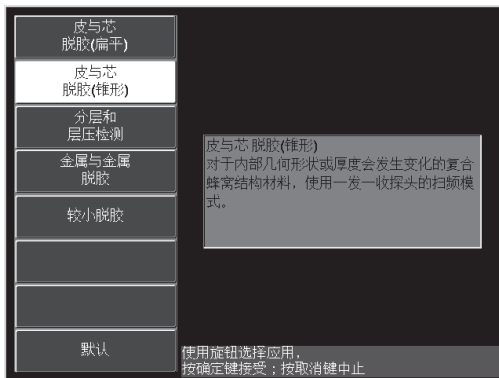

图 6-56 蒙皮和蜂窝芯脱粘（锥形）应用
3. 选择**皮与芯脱胶（锥形）**应用，然后按确定键（）接受（参见第 160 页的图 6-56）。